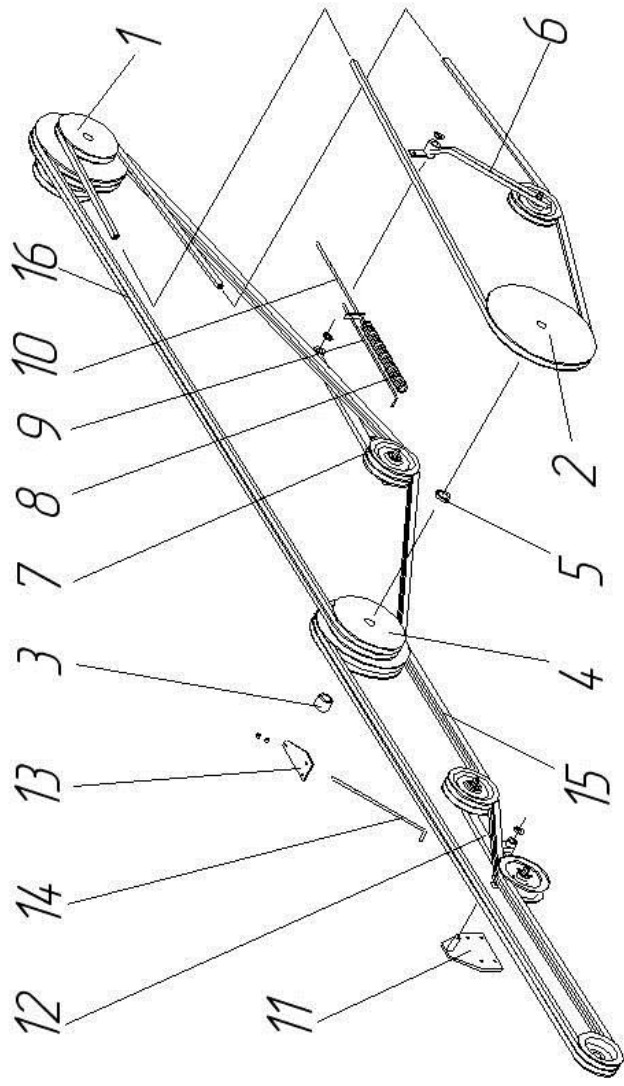
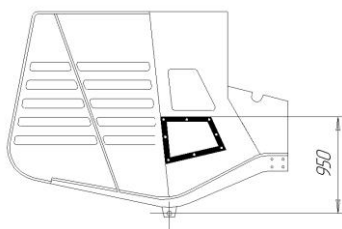
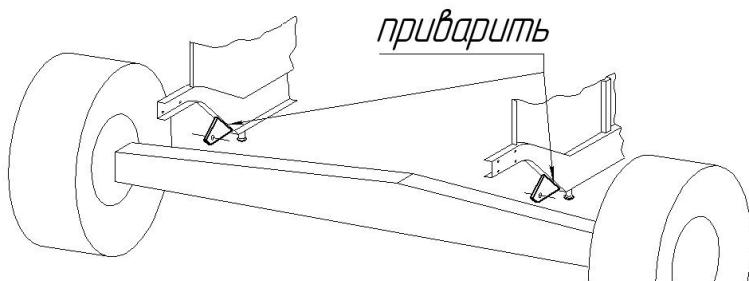
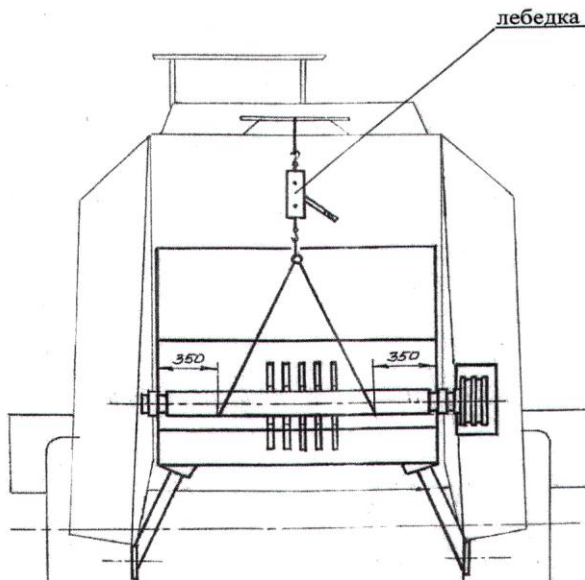

Рисунок 2. Монтаж привода измельчителя.
Рисунок 3. Схема разделки боковины копнителя.
Рисунок 4. Схема приварки кронштейнов (комбайн - вид сзади).
Рисунок 5. Схема строповки измельчителя.
Привод измельчителя осуществляется от приводного шкива с дополнительными ручьями вала отбойного битера через дополнительный шкив заднего контрпривода двумя парами клиновых ремней (рис.2).
Подготовка измельчителя к работе включает в себя монтаж привода измельчителя (рис. 2), доработку элементов комбайна (рис. 3), (рис. 4) и монтаж измельчителя на комбайн (рис. 1), (рис. 5).
2. Снять с комбайна 4-х ручевой шкив с вала отбойного битера (рис. 2), взамен которого установить 7-ми ручевой шкив 1 из комплекта ЗИП.
1. Разделать окно в боковине копнителя, под приводные ремни измельчителя по прилагаемой рамке (рис. 3) (разметить по внутренней кромке) наложить рамку на разделанное окно, разметить и просверлить крепежные отверстия. Закрепить рамку болтами М6.
3. Приварить кронштейны на раму комбайна по схеме (рис. 4).
6. Закрепить лебедку на раме копнителя над измельчителем при помощи металлического прута диаметром не менее 20 мм (рис. 5).
16. Надеть приводные ремни и отрегулировать их натяжение натяжными устройствами 6,7 и 12 (рис. 2).